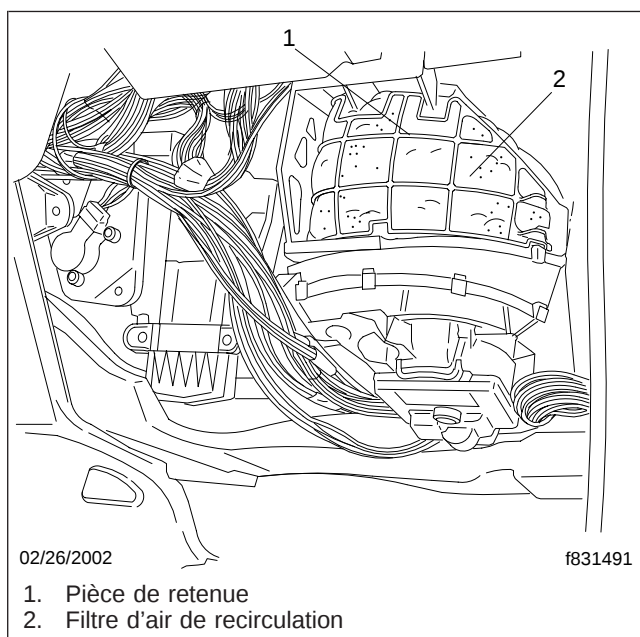

Fig. 4, Filtre d'air de recirculation de la cabine
3. Retirez le dispositif qui retient le filtre d'air de circulation en place; voir la figure 4.
6. Installez le dispositif de retenue dans l'ensemble HVAC; voir la figure 4.